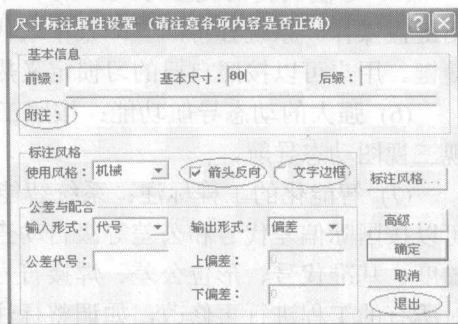

图 1-1 “尺寸标注属性设置”对话框
(1) 尺寸标注方面的改进。尺寸标注属性设置如图 1-1 所示，增加了“附注”填写功能，方便填写“沉孔”、“配作”等信息。增加了“箭头反向”设置，“文字边框”设置，公差自动计算使公差配合标注智能化。同时增加了“退出”标注功能，尺寸用户修改标识显示等功能。